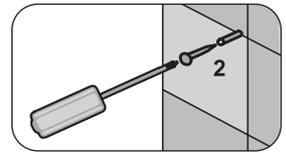

Fig. 16
2. Perforar la pared e insertar los taquetes y los tornillos en las que se colgará la placa soporte. (Ver Fig. 16).